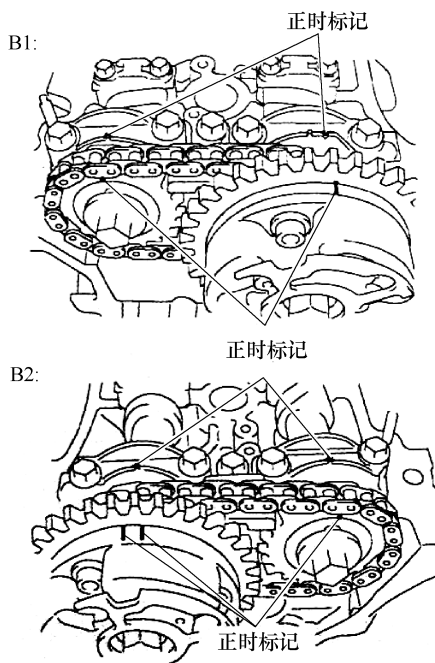

图 1-244 设置 1 号气缸 TDC 位置
② 当逆时针转动张紧器挡片时，将一个 $\phi 35\text{mm}$ 的杆插入到挡片和张紧器孔，以固定挡片。
③ 用 2 个螺栓安装链条张紧器。
① 将 1 号气缸设置到压缩行程上止点 (TDC) 位置。
a. 对准凸轮轴正时齿轮和轴承盖的正时标记，见图 1-244。